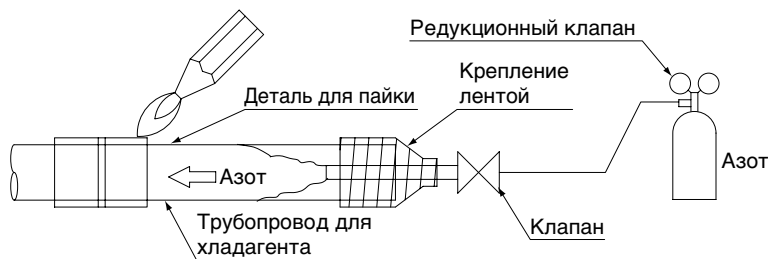

Рис. 5
- Во время пайки трубопровода с хладагентом, работу начинайте после удаления азота (*1) или же паяйте, когда азот перетекает в трубопровод с хладагентом (*2) (**См. рис. 5**), после чего соедините BS-блок и внутренний блок с помощью гаечного или фланцевого соединения.